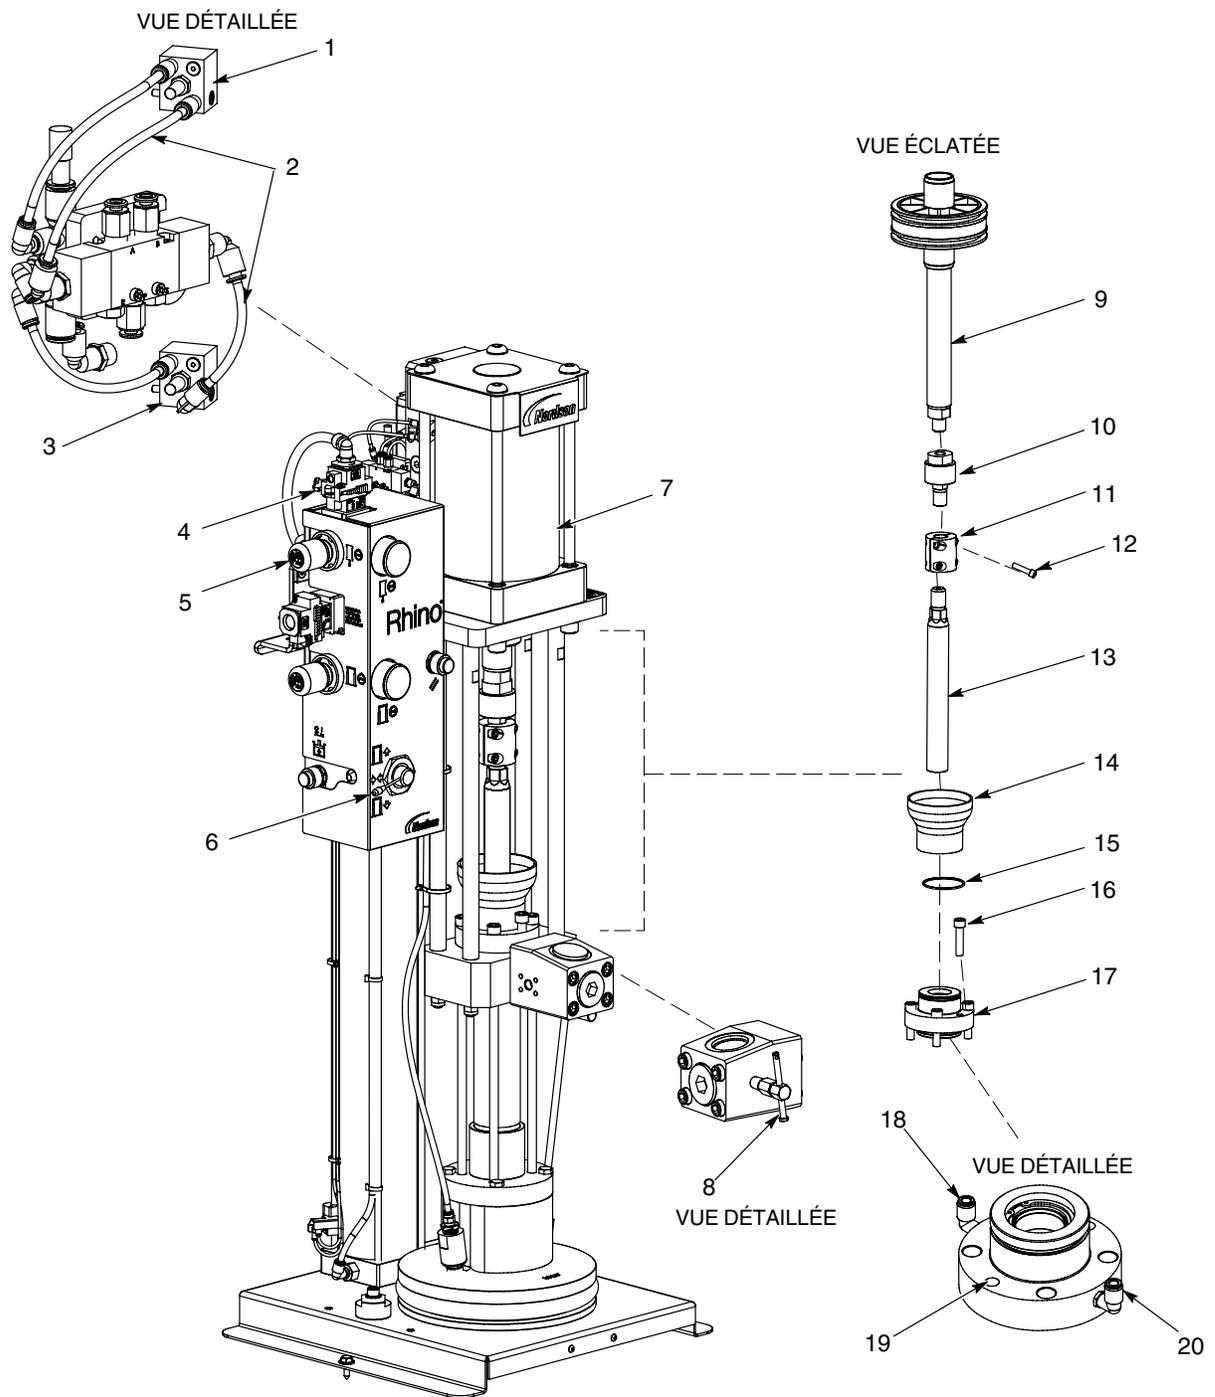

Figure 1 Dépose du presse-étoupe
Voir la figure 1.
- Voir la figure 1. Rebrancher la conduite d'air de sortie (2) au capteur magnétique inférieur (3).
- Rebrancher le tuyau à l'orifice d'alimentation ARW (20) et à l'orifice à déchets ARW (18).